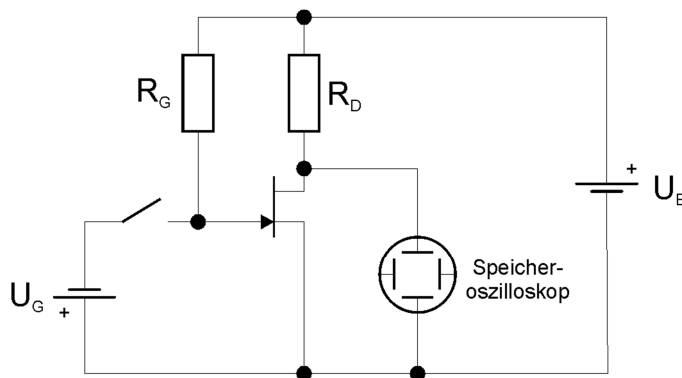

Abb. 7: Schaltung zur Bestimmung der Gate-Kapazität ($R_D = 1 \text{ k}\Omega$, $R_G = 1 \text{ G}\Omega$, $U_B = 10 \text{ V}$, $U_G = 1 \text{ V}$).
- 3.4 Zur Abschätzung der Gate-Kapazität laden Sie diese durch einen Taster auf und entladen Sie durch einen großen Widerstand (typ. $1 \text{ G}\Omega$). Verwenden Sie hierzu die Schaltung aus Abb. 7. Benutzen Sie die Speicherfunktion des Oszilloskops zur Aufzeichnung der Entladekurve am Drain-Source-Kanal (Einzel-Triggerung, fallende Flanke). Rechnen Sie die Drain-Source-Spannung mit Hilfe der Ergebnisse aus Aufgabe 1.1 in die Gate-Source-Spannung um. Plotten Sie $U_G(t)$ und bestimmen Sie daraus die Größenordnung der Gate-Kapazität.